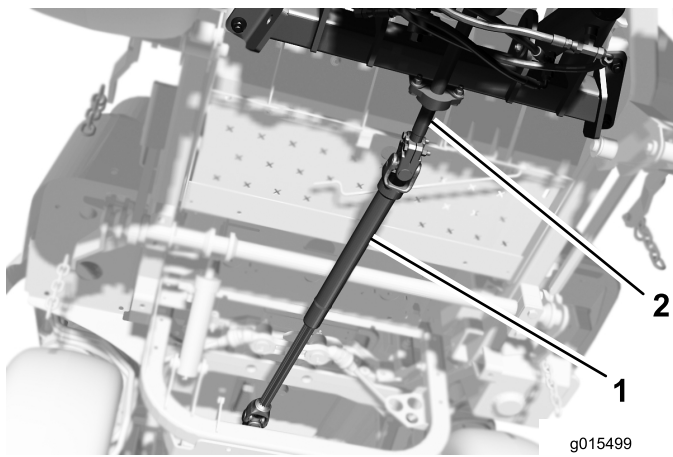

Bild 10
1. Schieben Sie die Antriebswelle beim Ausfluchten der Befestigungslöcher der Antriebswelle mit dem Loch in der Zwischenwelle auf die Zwischenwelle des Anbaugeräts (Bild 10).